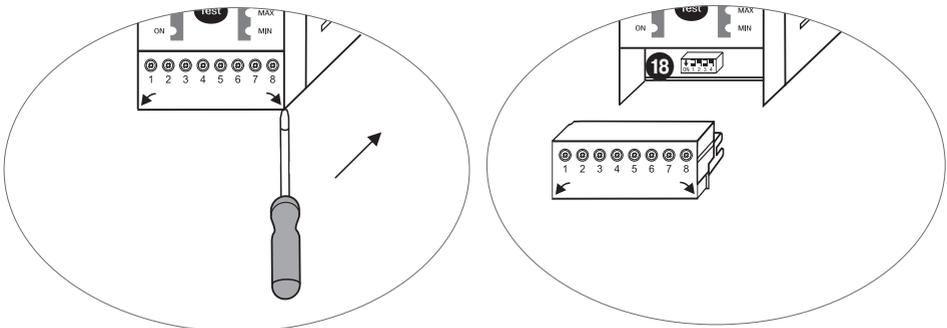

Fig. 9
- **Untere Klemmleiste abziehen. Fig. 9**
- Untere und obere Klemmleiste abziehen **Fig. 9**.